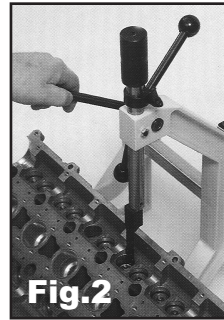

Fig.2
6. Now is the time to push the valve assembly all the way down until the valve keeper locks are released. If the keepers are too tight, the use of the slider hammer on top of the main shaft will help. Just one or two strokes will release them easily. (fig. 2)
6. Este es el momento de empezar a aplicar presión sobre el resóste de la válvula, hasta que los seguros (cuñas) estén totalmente libres, y se puedan retirar. Si los seguros están muy apretados, el uso del martillo localizado sobre el eje principal es apropiado. Uno o dós golpes soltarán los seguros fácilmente (fig. 2)